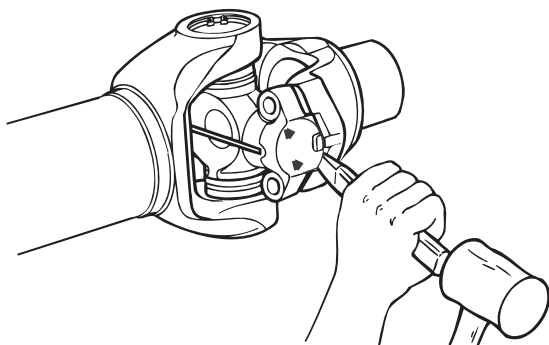

Figura 4.3
4. Si es necesario, use una herramienta apropiada para palanquear el buje de ala para fuera del yugo final. Figura 4.3.